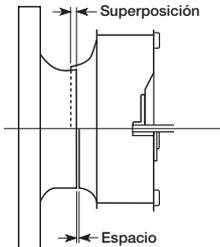

Figura 2
1. Gire la rueda con la mano para asegurarse de que no haya fricción y que gire libremente. Es posible que se produzcan movimientos durante el envío y que sea necesaria una realineación. Consulte la Figura 2 y la tabla junto a ella para ver las dimensiones apropiadas de superposición o espaciado.
4. La rueda está alineada incorrectamente	4. Centre la rueda en la entrada, como se muestra en la Figura 2.